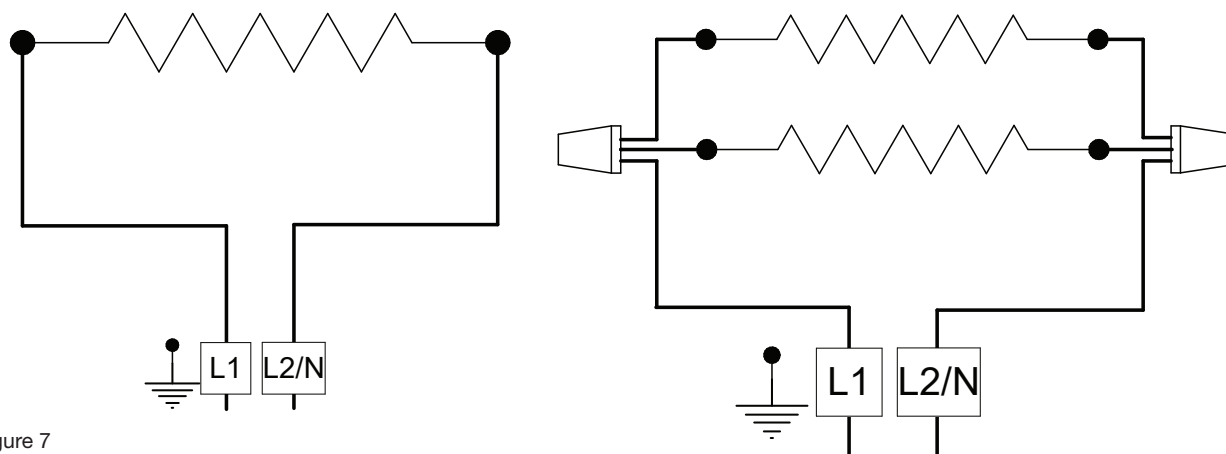

Figure 7
9. Faire les branchements électriques (Fig.7).